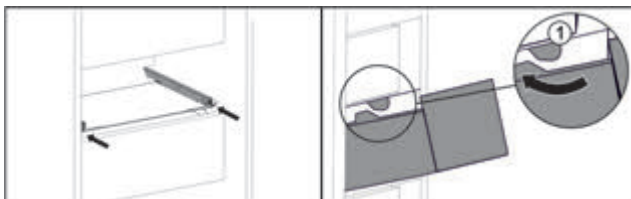

*Fig. 99*
- ▶ Підняти висувний ящик знизу назад. *Fig. 99 (1)*
- ▶ Вийняти висувний ящик рухом вперед. *Fig. 99 (2)*